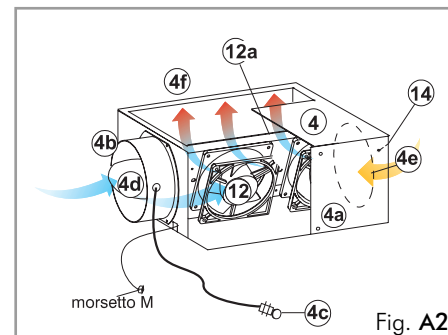

Fig. A2
Versione VF Ventilazione forzata (fig. A2)
- 14 **sonda** (inserire nella scatola aria fig.A2) (253610)